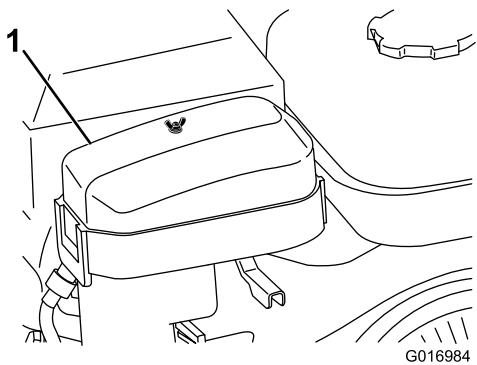

Bild 31
- Nehmen Sie die Flügelmutter ab, mit der die Luftfilterabdeckung befestigt ist, und nehmen Sie sie ab (Bild 31).